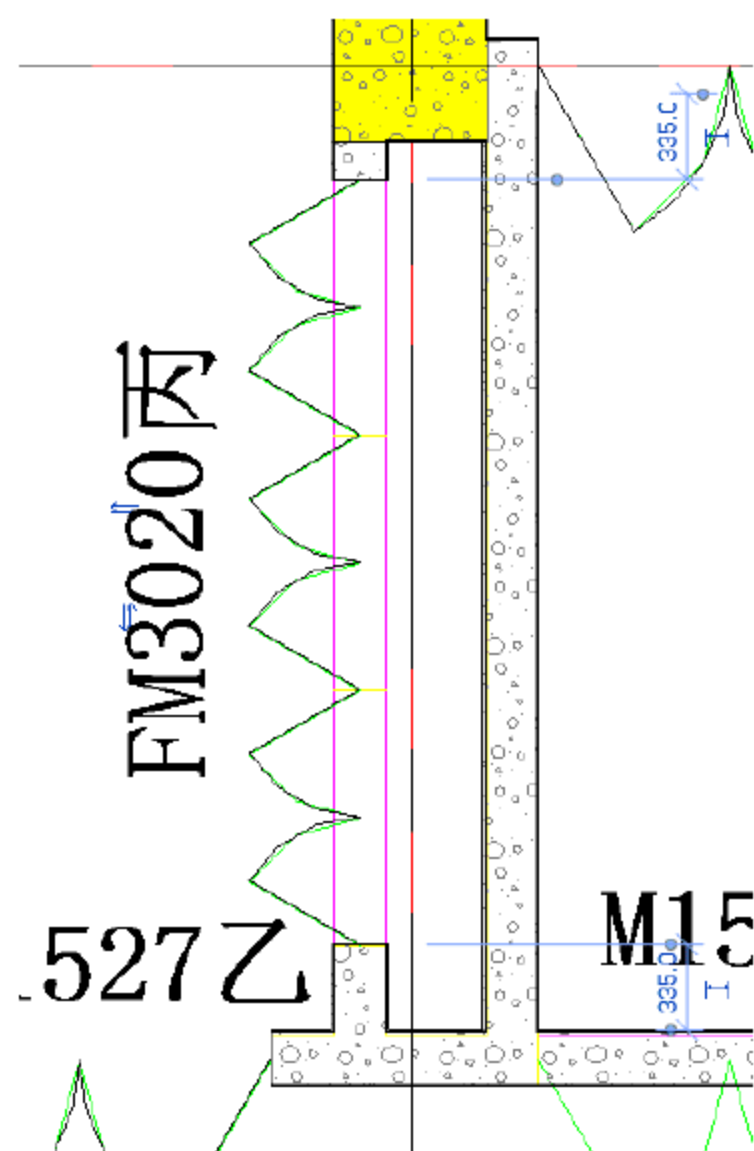
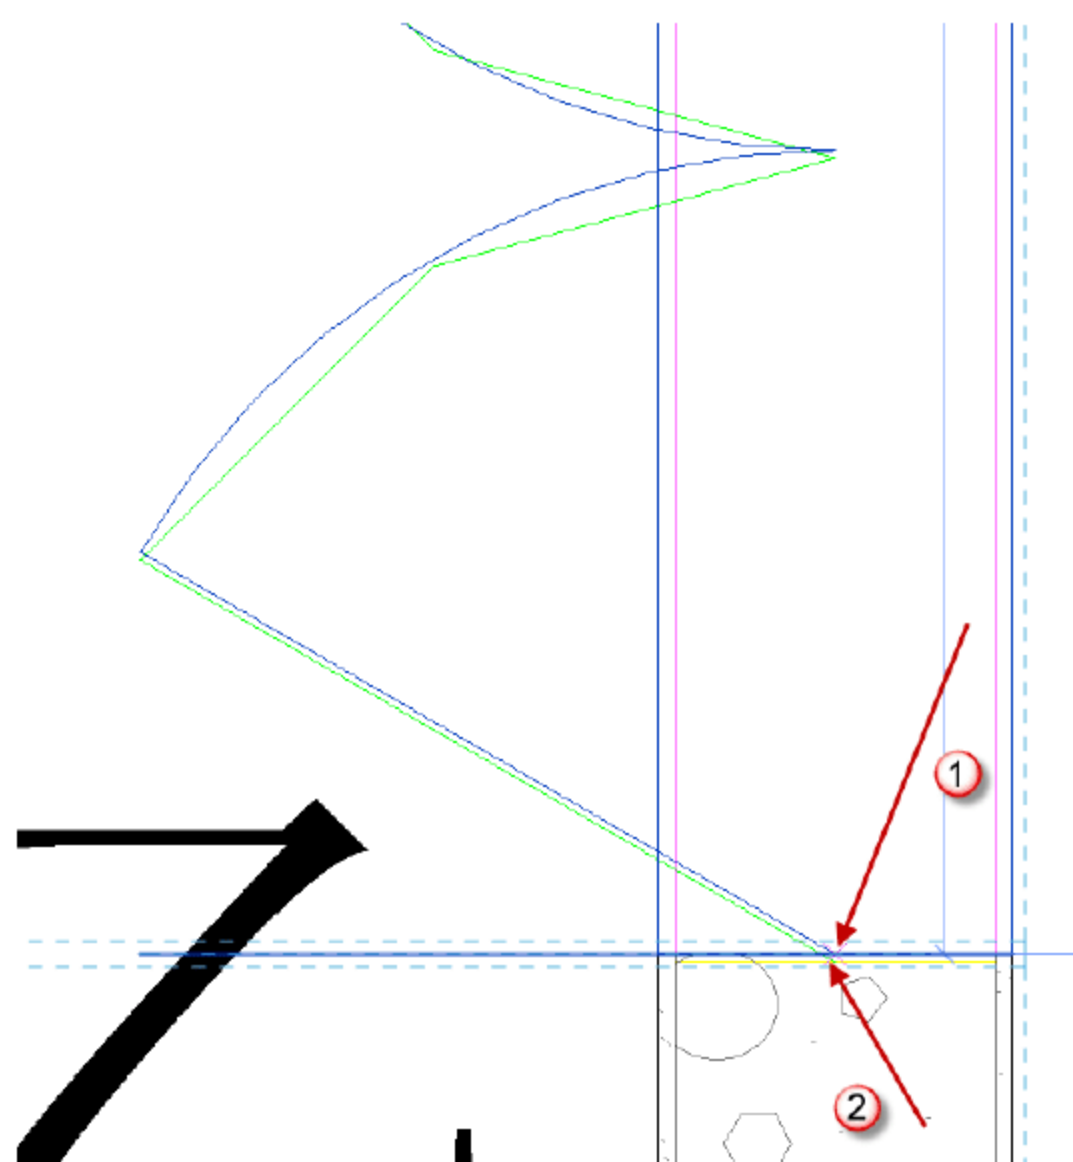
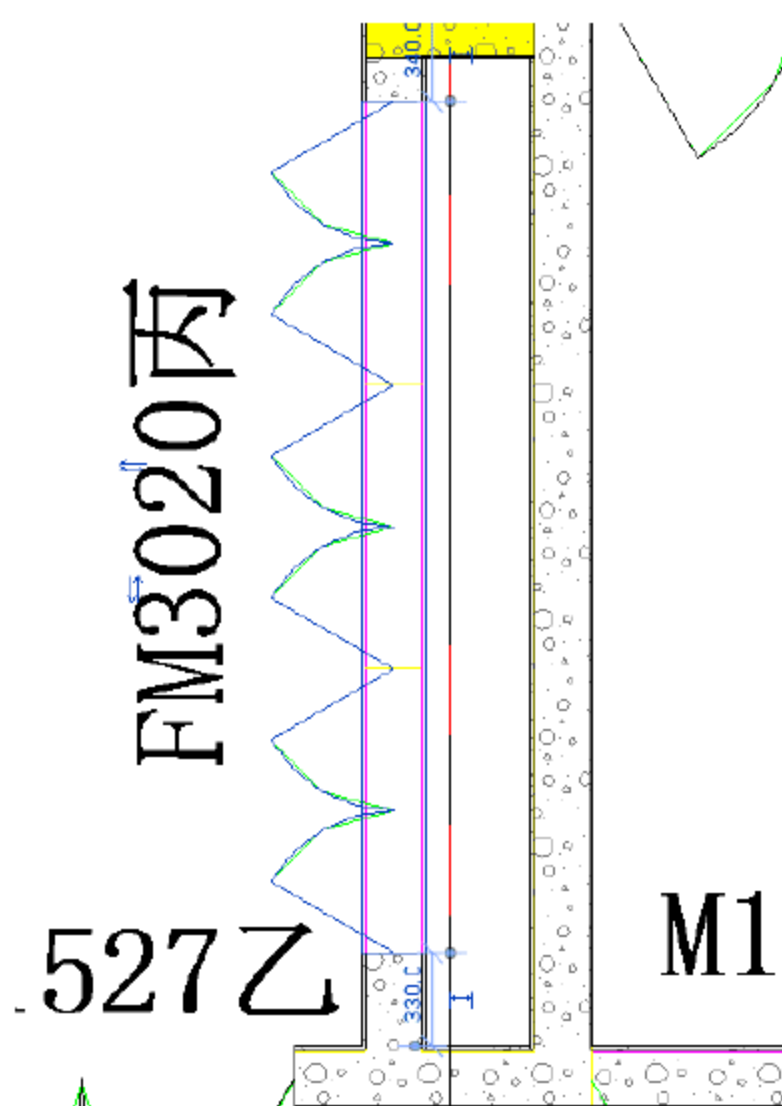

图 10.4.15 插入“FM3020 丙”门族
图 10.4.16 移动“FM3020 丙”族
图 10.4.17 完成“FM3020 丙”门族的插入
(5) 插入“FM3020 丙”门族。选择“建筑”→“门”命令（或者按快捷键 D+R），在相应的地方插入族，如图 10.4.15 所示。移动“FM3020 丙”族，先选择已经插入的门族，按快捷键 M+V，移动“FM3020 丙”，将“1”点移动到“2”点对齐，如图 10.4.16 所示。移动完成后如图 10.4.17 所示。然后插入其他的“FM3020 丙”族，可以按上述步骤直接插入，也可以进行复制插入，这里不再赘述。